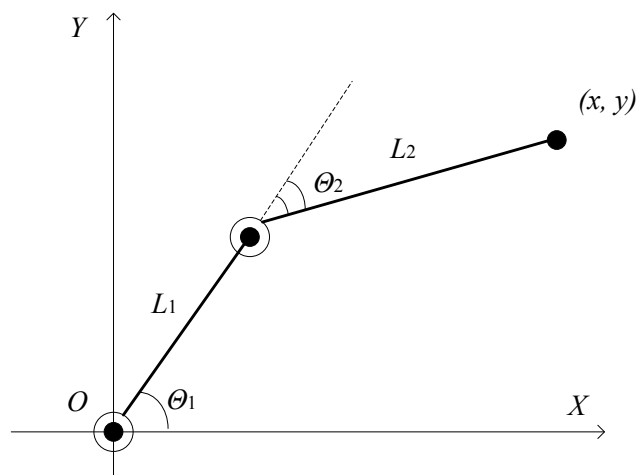

Рис. 4.1. Кинематическая схема манипулятора
3. Решить прямую (а) и обратную (б) задачи кинематики для манипулятора, кинематическая схема которого представлена на рис. 4.1. (20 баллов)